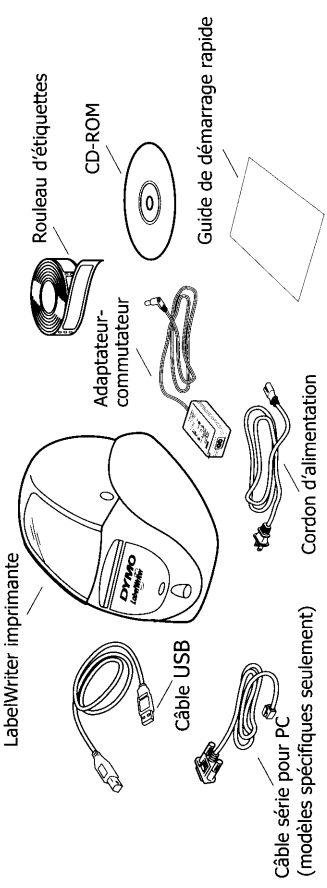

Figure 1
- 2 Assurez-vous de trouver tous les articles illustrés (Figure 1).